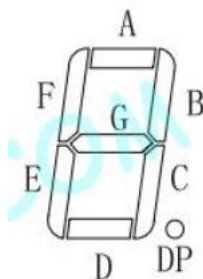

Figura 8 – Display de 7-segmentos com identificação dos segmentos e ponto decimal (DP)
Um display de 7-segmentos é um componente que é composto por sete LEDs e um ponto decimal (DP) que podem ser ligados ou desligados individualmente, de modo a formar um caractere alfanumérico. A Figura 8 ilustra os segmentos e o ponto decimal do componente.
A Figura 8 apresenta a identificação de cada um dos segmentos do componente, que varia de A a G, bem como do ponto decimal (DP).